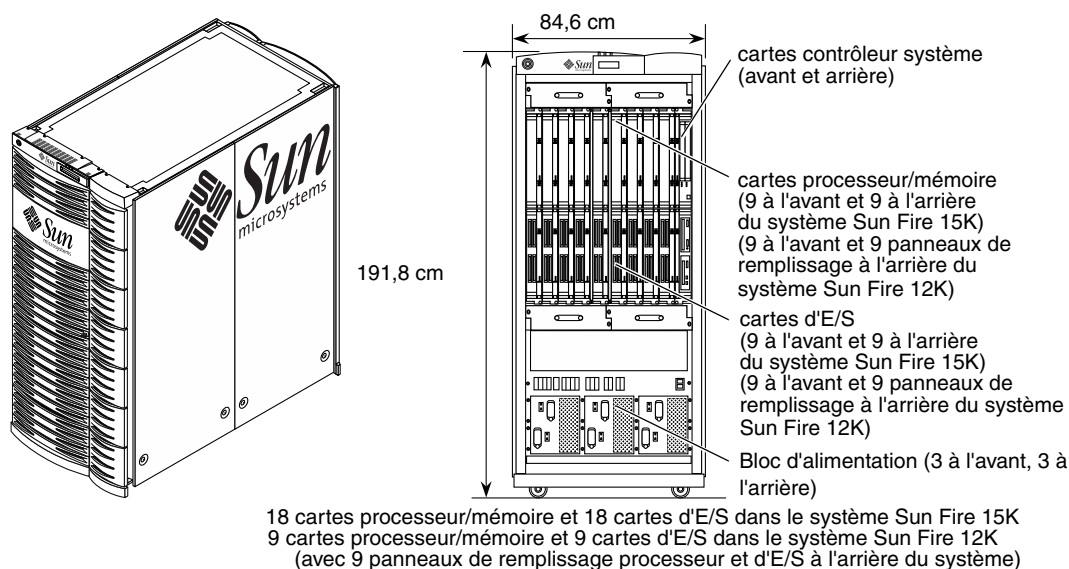

FIGURE 1-1 Systèmes Sun Fire 15K/12K
- FIGURE 1-1 Systèmes Sun Fire 15K/12K 1-1